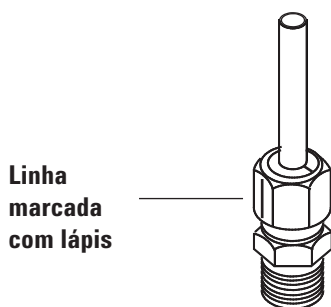

Figura 20 Marcação da conexão
- 7 Marque uma linha com lápis na porca (consulte a Figura 20).